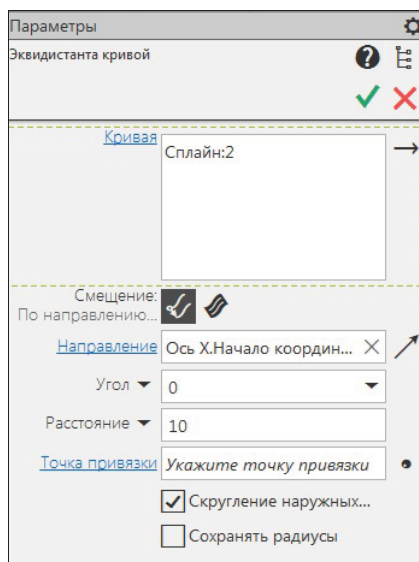

Рис. 22.17. Панель Параметры:
- ◆ на панели **Параметры: Эквидистанта кривой** (рис. 22.17) в группе **Смещение** выберите один из вариантов: